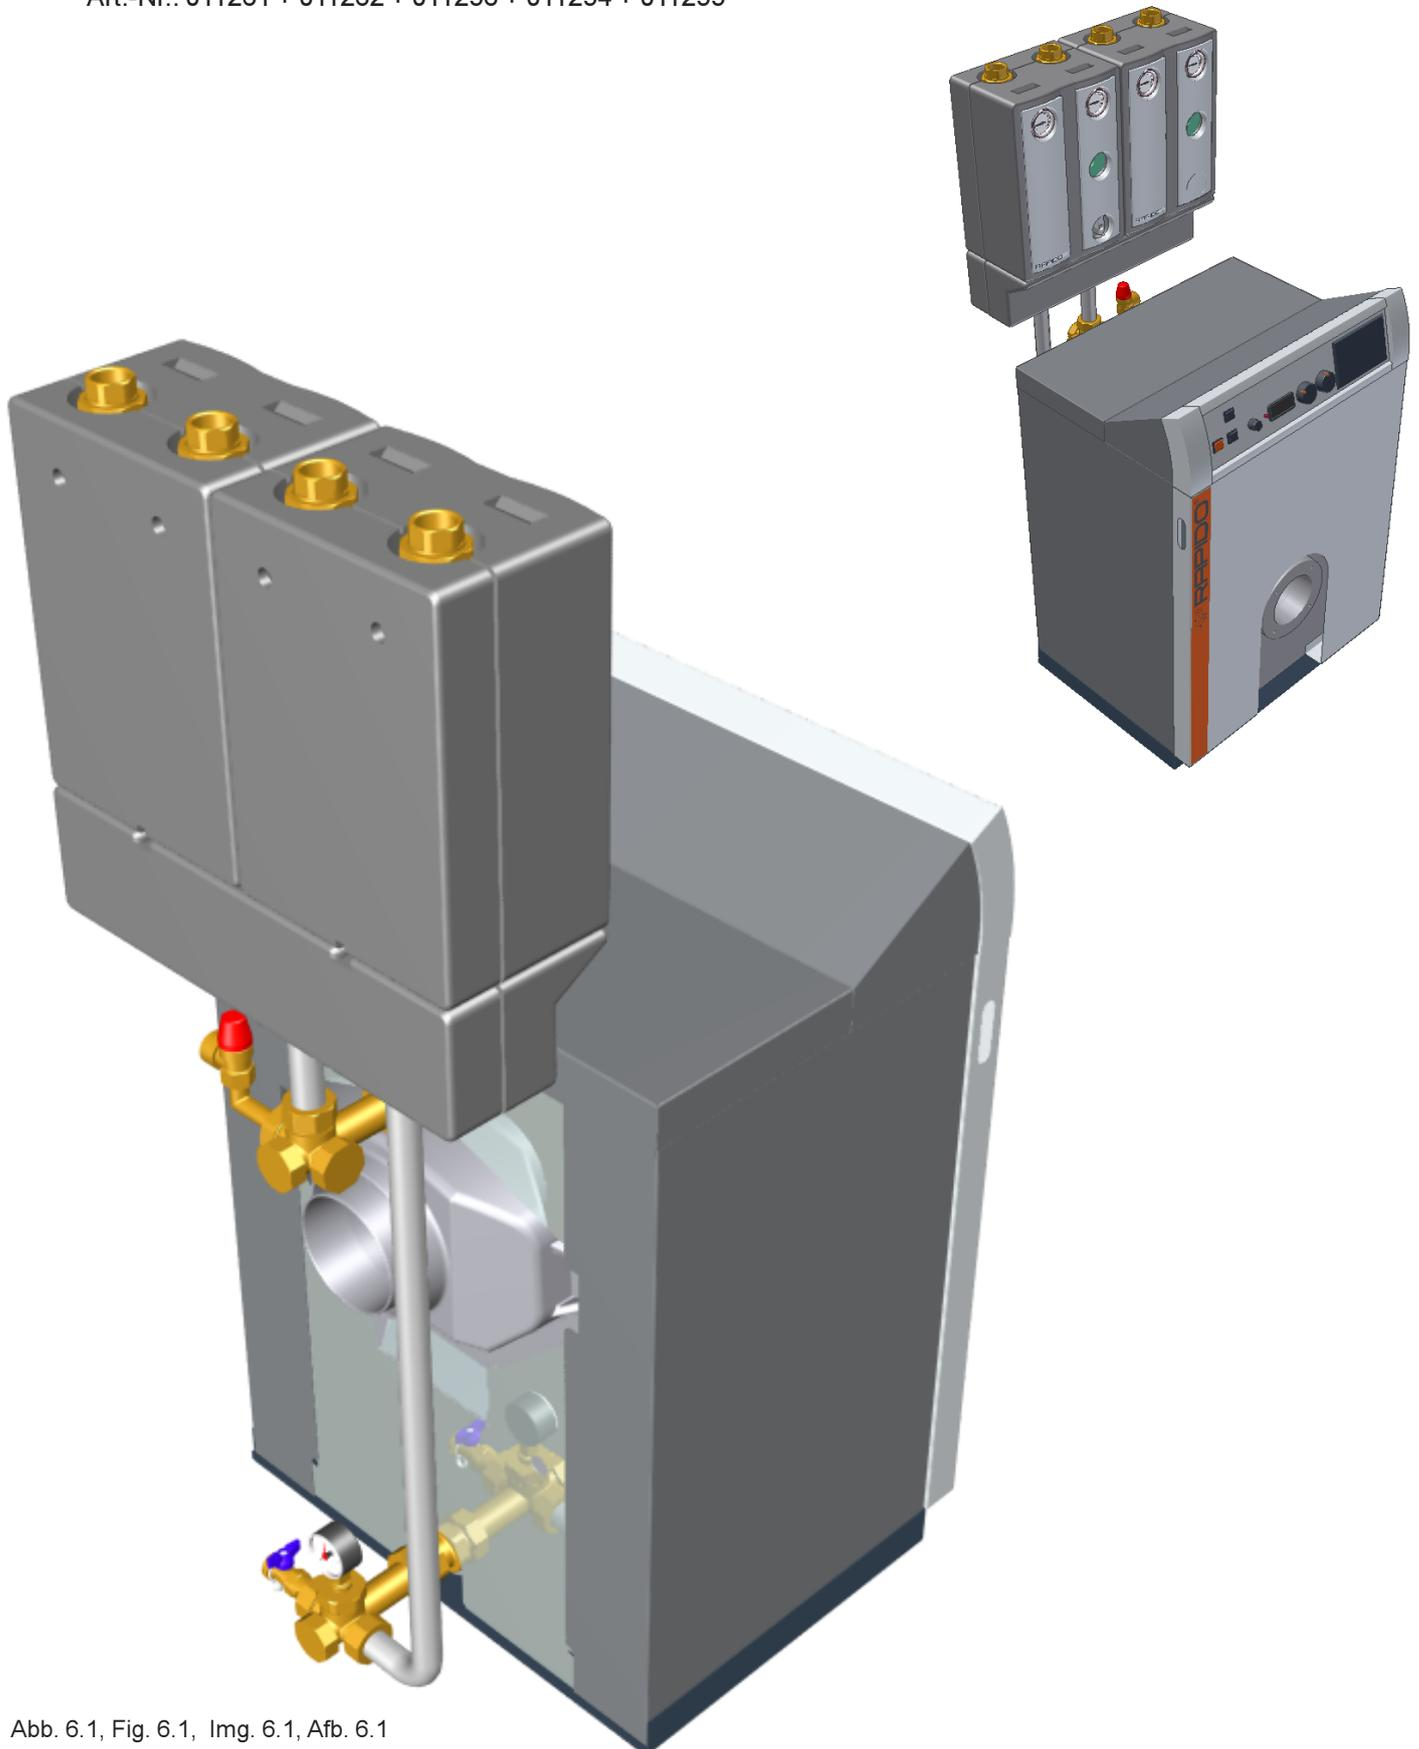

Abb. 6.1, Fig. 6.1, Img. 6.1, Afb. 6.1
- **RaGr:** Radiatorgroep met warmte-isolatie, voor het directe verwarmingscircuit (Afb. 6.1, 7.1, 11.1, 12.1)
- **MiGr:** Menggroep met warmte-isolatie, voor het gemengde verwarmingscircuit (Afb. 6.1, 7.1, 11.1, 12.1)
- **HKV 2:** Verwarmingscircuitverdeler met warmte-isolatie. Deze wordt alleen gebruikt wanneer er twee verwarmingscircuitpompen aan een ketel moeten worden aangesloten (Afb. 6.1, 7.1, 11.1, 12.1)
- **V-Set olie:** Verbindingsset olie. Deze wordt gebruikt wanneer een of meer verwarmingscircuitpompen samen met een ketel uit de reeks F 110/3 tot 4.1 NT gebruikt moet worden (Afb. 6.1, 7.1)